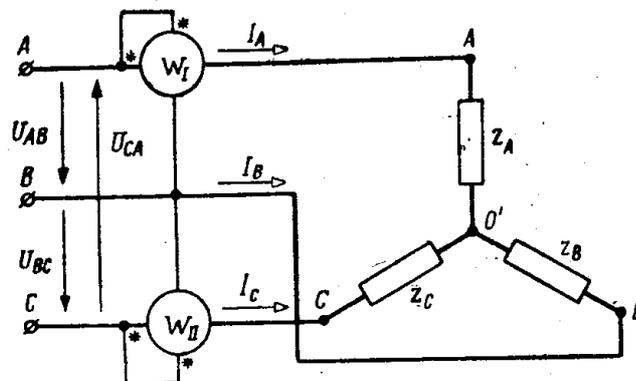

Рисунок 2
3. Активная мощность приемника измеряется по методу двух ваттметров (рис. 2). Линейные напряжения  $U_{AB} = U_{BC} = U_{CA} = 220$  В, а полные сопротивления фаз приемника  $Z_A = Z_B = Z_C = 50$  Ом. Определить показание второго ваттметра, если показание первого ваттметра равно нулю. (Ответ:  $P_2 = 484$  Вт)